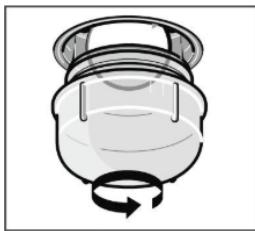

Figure 5
2. Tournez le couvercle en verre dans le sens inverse des aiguilles d'une montre.(Figure 5)